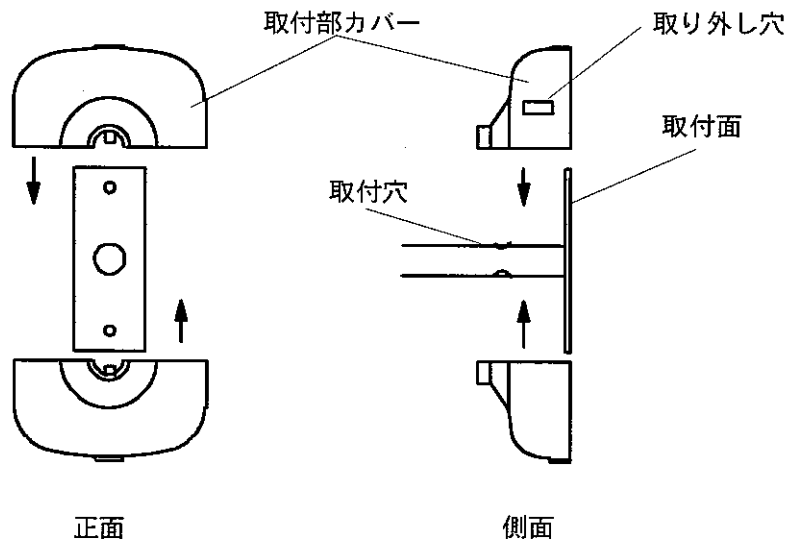

図6 取付部カバーの取り付け
- ⑤センサ部を取り付け後、図6のように取付部カバーを取り付けて下さい。